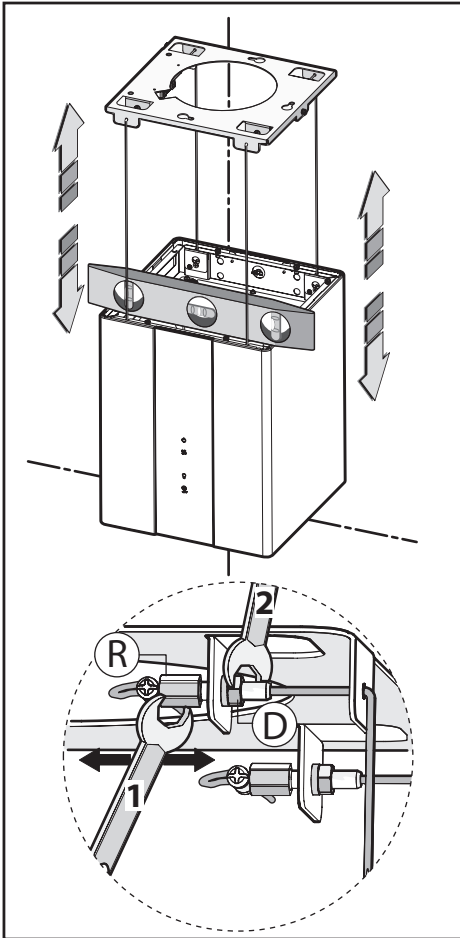

Fig.5
- Una volta allineata la cappa, per permettere il bloccaggio definitivo della vite di regolazione **R**, serrare il dado **D** come indicati in fig.5.